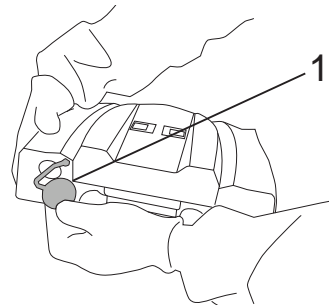

Fig.26
- Retire o tampão do depósito de recolha (Fig.26-Ref.1).